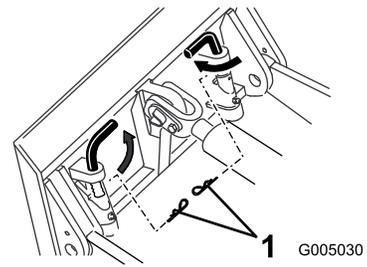

图 10
- 一些较老型号的主机在弹簧上有孔在安装板上有快速连接销图 10 可让您在长距离犁地时安装 2 个发卡销。这样可确保犁的振动不会导致销钉松动。